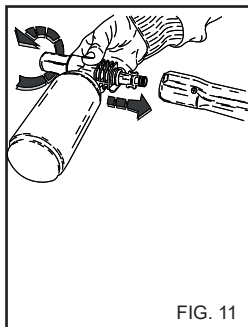

FIG. 11
Når rengjøringsmaskinen ikke er i bruk må sikkerhetsanordningen på håndtaket lukkes (fig 11).
2) Fjern forlengelsesleddet fra håndtaket og før inn vaskemiddel-fordeleren (fig.11), start varmvannsspyleren og strøyt ut over overflaten nedenfra og oppover.